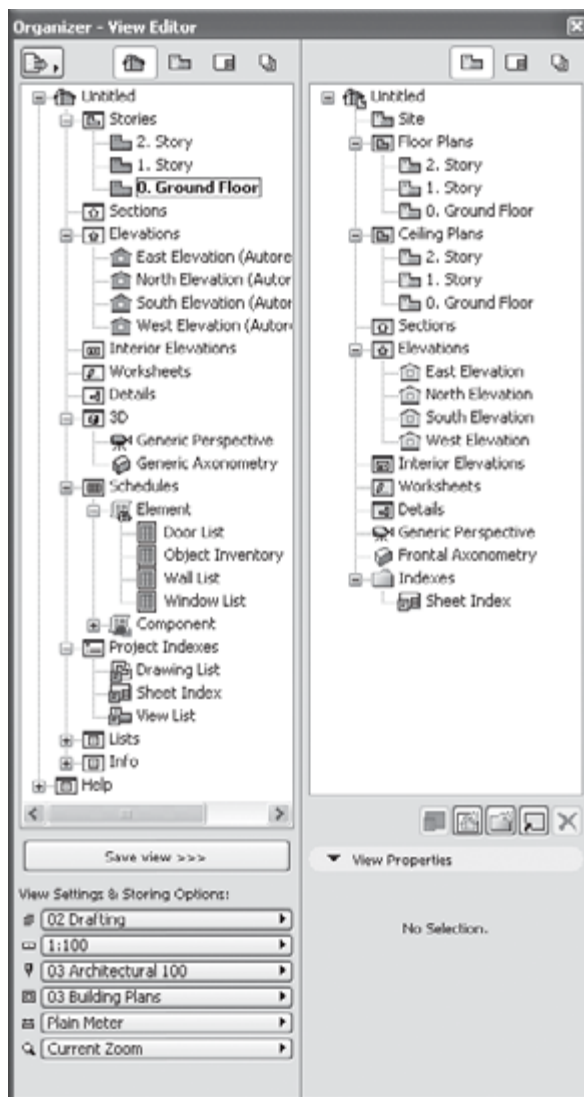

Рис. 2.10. Палитра Organizer (Органайзер)
- Organizer (Органайзер) — аналогична палитре Navigator (Навигатор), но имеет две панели (рис. 2.10), с помощью которых можно копировать или перемещать элементы проекта между разными картами.